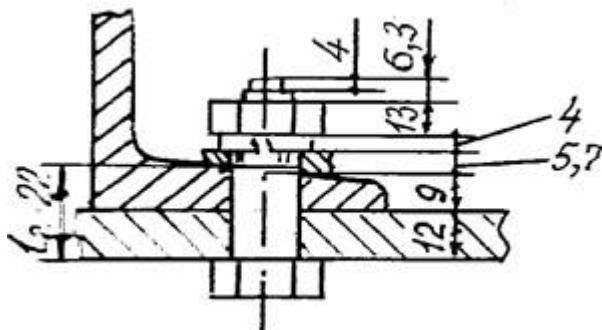

Рис.56
Проверяем боковые поверхности соединения на смятие по формуле, где $h_{\min} = t = 9$ мм (рис.56),
5. Длина болта (рис.56) $l' = 12 + 9 + 5,7 + 4 + 13 + 4 = 47,7$ мм, принято $l = 50$ мм.